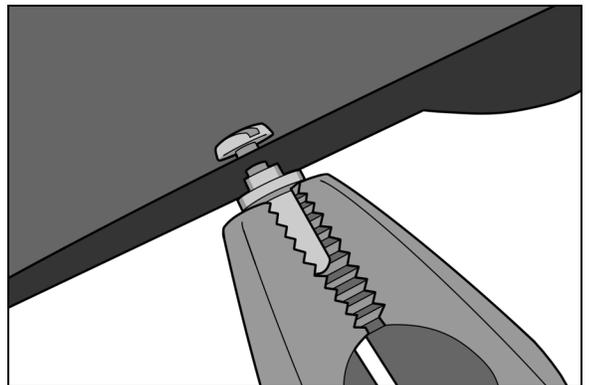

Fig. 2
2. Utilizzando le pinze a ganaschia piatta, afferrare il BoS Pin 2.1 sui lati piatti e tirare verso il basso per rimuoverlo. (Fig. 2).